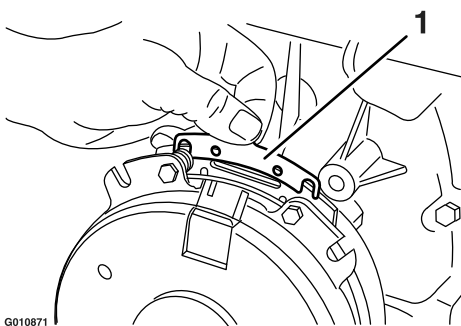

Figura 65
B. Usando un alicate de punta fina, o a mano, sujete la pestaña y retire el suplemento (Figura 65).
Retire cualquier acumulación de hierba, suciedad u otros residuos de la rejilla del motor. Esto ayuda a asegurar una refrigeración adecuada y una velocidad de motor correcta, y reduce la posibilidad de sobrecalentamiento y daños mecánicos al motor (Figura 65).